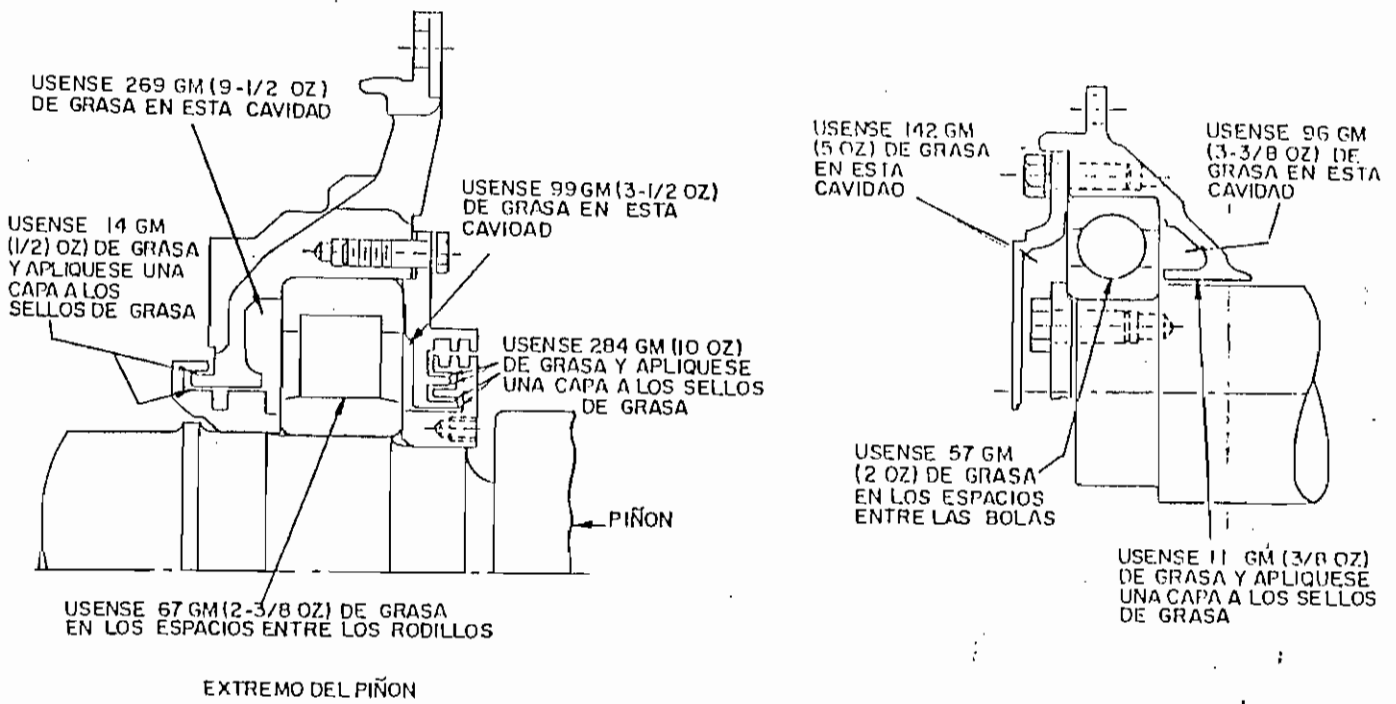

Fig. 43. Distribución de la grasa en los cojinetes de la armadura
2. Aplíquense 96 gramos (3 3/8 onzas) de grasa GE-D6A2C4 en la cavidad del alojamiento del cojinete (véase la Fig. 43).
5. Calléntese el conjunto de cojinete y alojamiento en un horno a 100 C (212 F) y mientras está todavía caliente, ármese en el árbol en forma tal que la carrera interior quede apretada contra el hombro de éste (véase la Fig. 43).